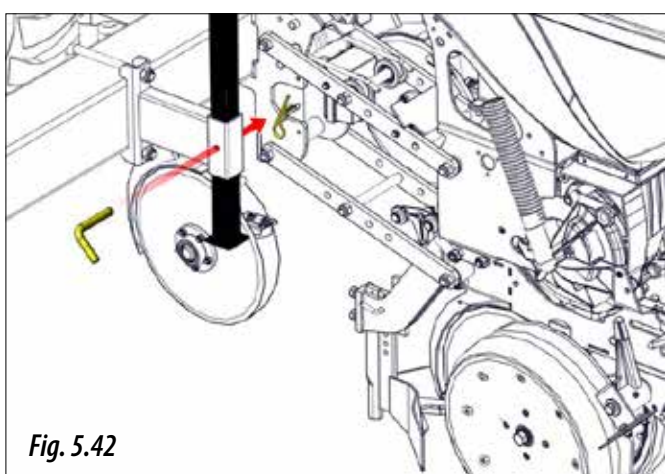

Fig. 5.42
- 4- Puneți la loc bolțul și agrafa (Fig. 5.42).